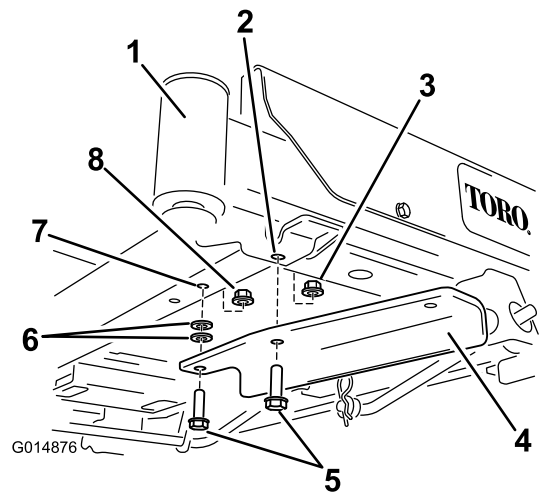

Figure 6
- Pour les machines sans pédale d'aide au relevage, fixez le support au moyen de deux boulons (3/8 x 1-1/4 pouces), deux rondelles et deux contre-écrous (3/8 pouce) (Figure 6). Un contre-écrou provient des pièces détachées et l'autre a été déposé précédemment et est réutilisé.